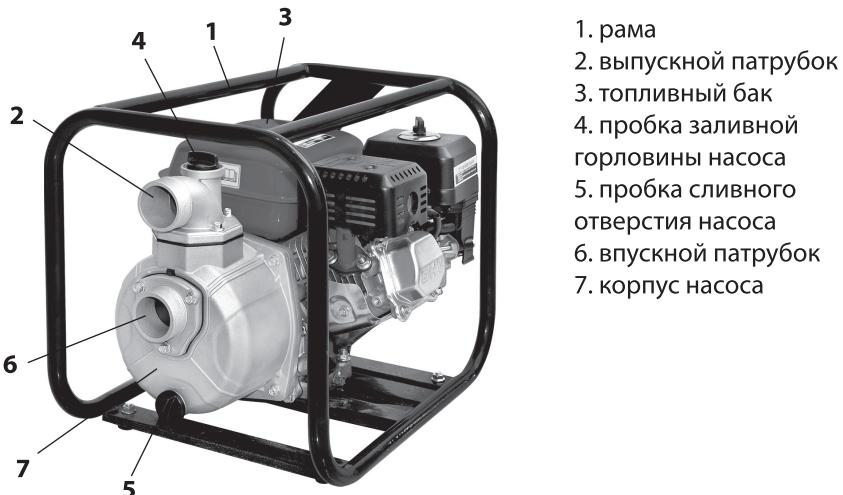

рис.1
1.6 Общий вид мотопомпы представлен на рис.1